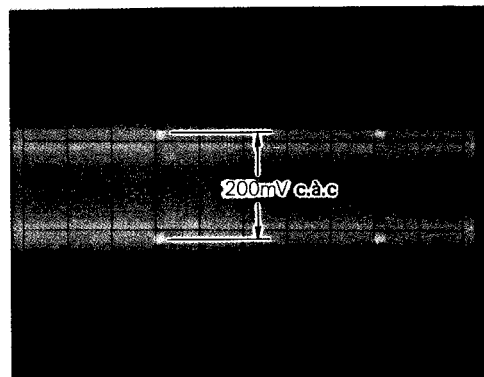

Fig. 3-14
- Régler VR2A6 pour obtenir 200 mV c.à.c comme le montre la Fig. 3-14.